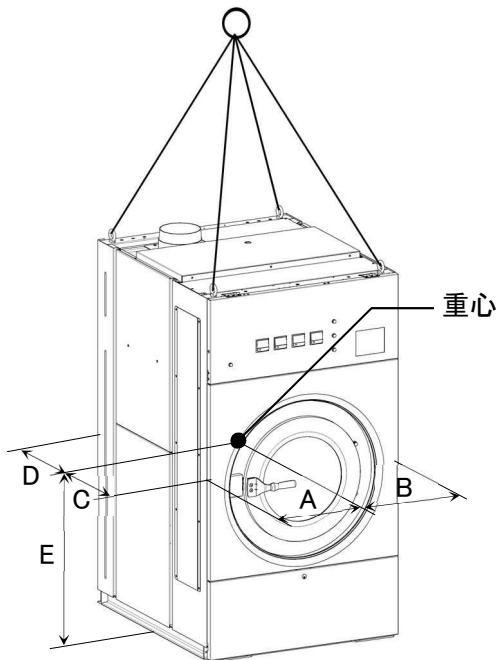

図 3-1
- クレーン等で機械を吊り上げるときは、本体上部四隅(図 3-1)の 4ヶ所に必ずフックを掛け吊り上げます。
- 重量と重心(図 3-1)